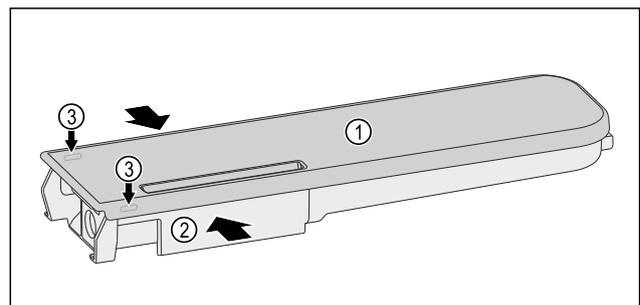

Fig. 173
- ▶ Wasserbehälter *Fig. 173 (2)* zusammendrücken und Deckel *Fig. 173 (1)* vorsichtig über die Rastnasen *Fig. 173 (3)* hebeln und hochziehen.
- ▶ Deckel *Fig. 173 (1)* leicht hin- und herbewegen und nach oben entnehmen.